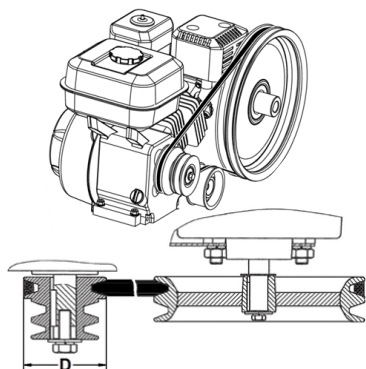
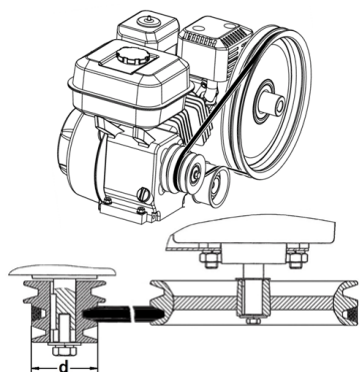

Рис. 31 Установка ремня в ручей шкива
Рис. 32 Установка ремня в ручей шкива
3. Установите ремень привода в ручьи шкива вала двигателя большего «D» или меньшего диаметра «d» и соответствующие им ручьи шкива вала коробки передач. На Рис. 31 показана установка ремня в ручей шкива большего диаметра «D». На Рис. 32 показана установка ремня в ручей шкива меньшего диаметра «d».